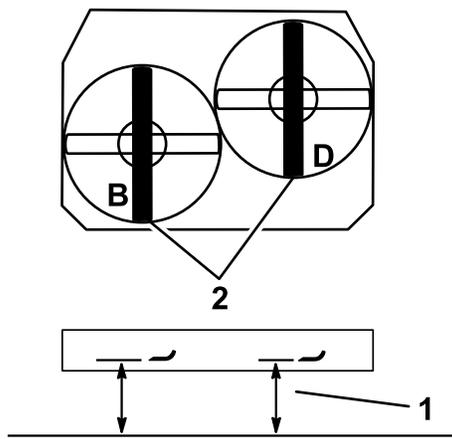

図 81
2. **B**位置で、平らな床面からブレードの刃先までの高さを測り、測定値を記録する 図 81。
3. **D**位置で、平らな床面から右側ブレードの刃先までの高さを測り、測定値を記録する 図 81。
**注** **B**位置における測定値が、**D**位置における測定値の  $\pm 3$  mm 以内であれば適正とする 図 81。高さの差がこの範囲内には以下の手順で調整する。